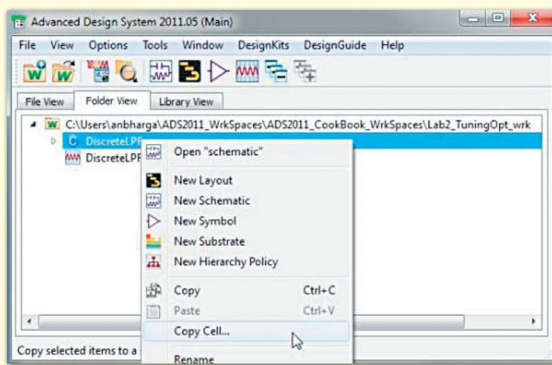

Рис. 19
- Перейдіть до головного вікна, клацніть правою кнопкою миші на комірці, яку потрібно скопіювати, і виберіть **Copy Cell** (Копіювати комірку) (рис. 19).